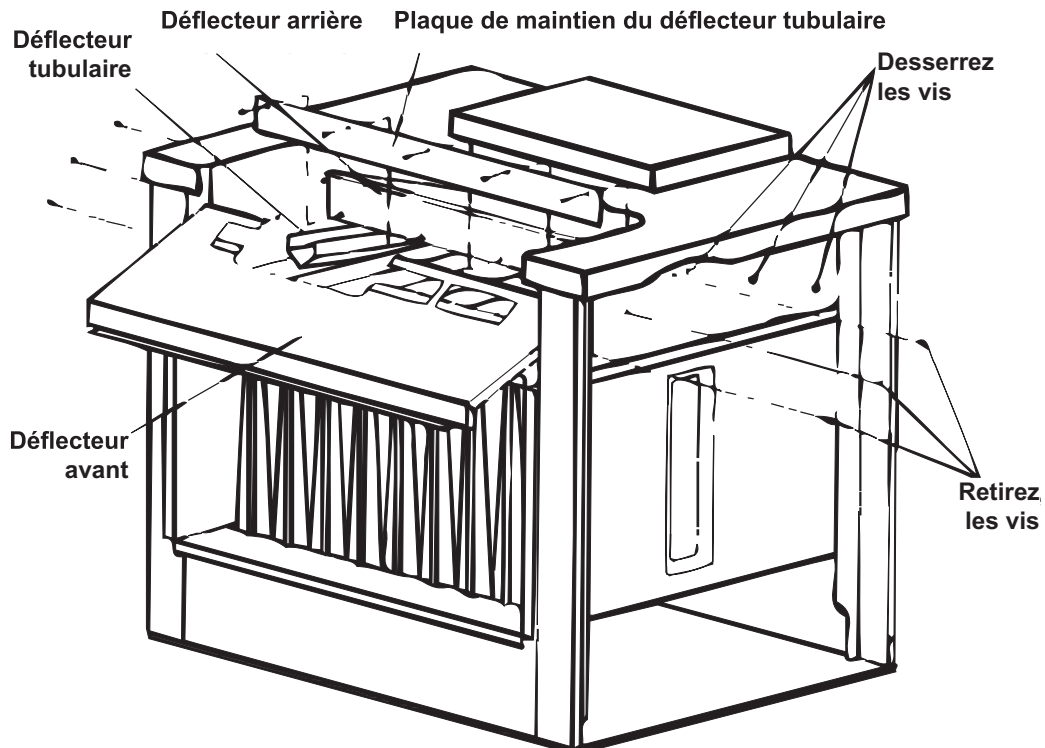

Figure 29. Dépose des déflecteurs en V de l'échangeur thermique
- b. Dépose des déflecteurs en V de l'échangeur thermique (voir Figure 29) :